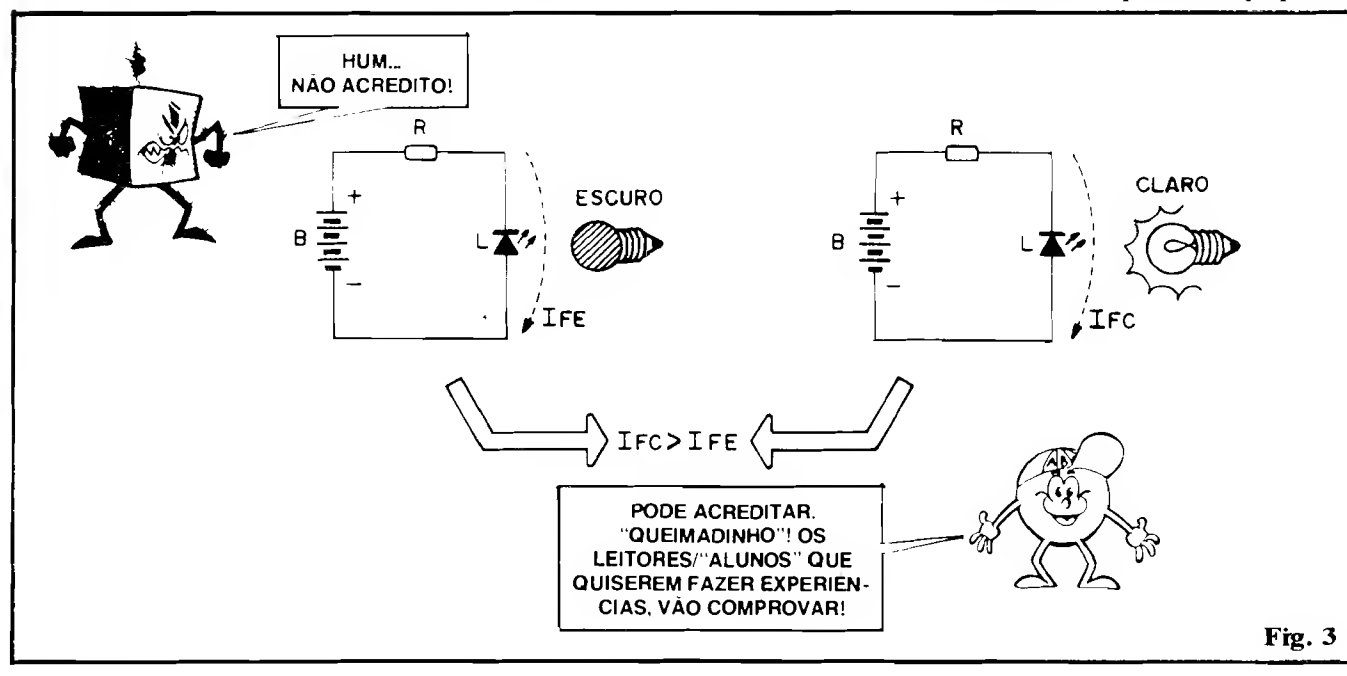

Fig. 3
- **FIG. 3** - É justamente na condição proposta em 2-C que se manifesta a "sensibilidade" do LED à uma excitação por LUZ externa... Como o encapsulamento é **transparente** (e **tinha** que ser, para que a LUZ pudesse "sair" do LED, conforme a intenção básica do componente...), a LUZ proveniente do exterior pode também **penetrar** e incidir sobre a junção semicondutora PN... Essa energia (proporcionada pela LUZ vinda de fora...) diminui, um "tiquinho", as dificuldades que a Corrente encontra, naturalmente, para "vencer" a polarização inversa da junção e, com isso, permite um nítido (ainda que muito pequeno)